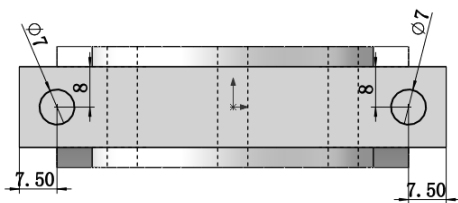

图 10-98 绘制圆
**03** 绘制圆。以齿轮泵底面为基准面，绘制两个圆，其尺寸与位置如图 10-98 所示。